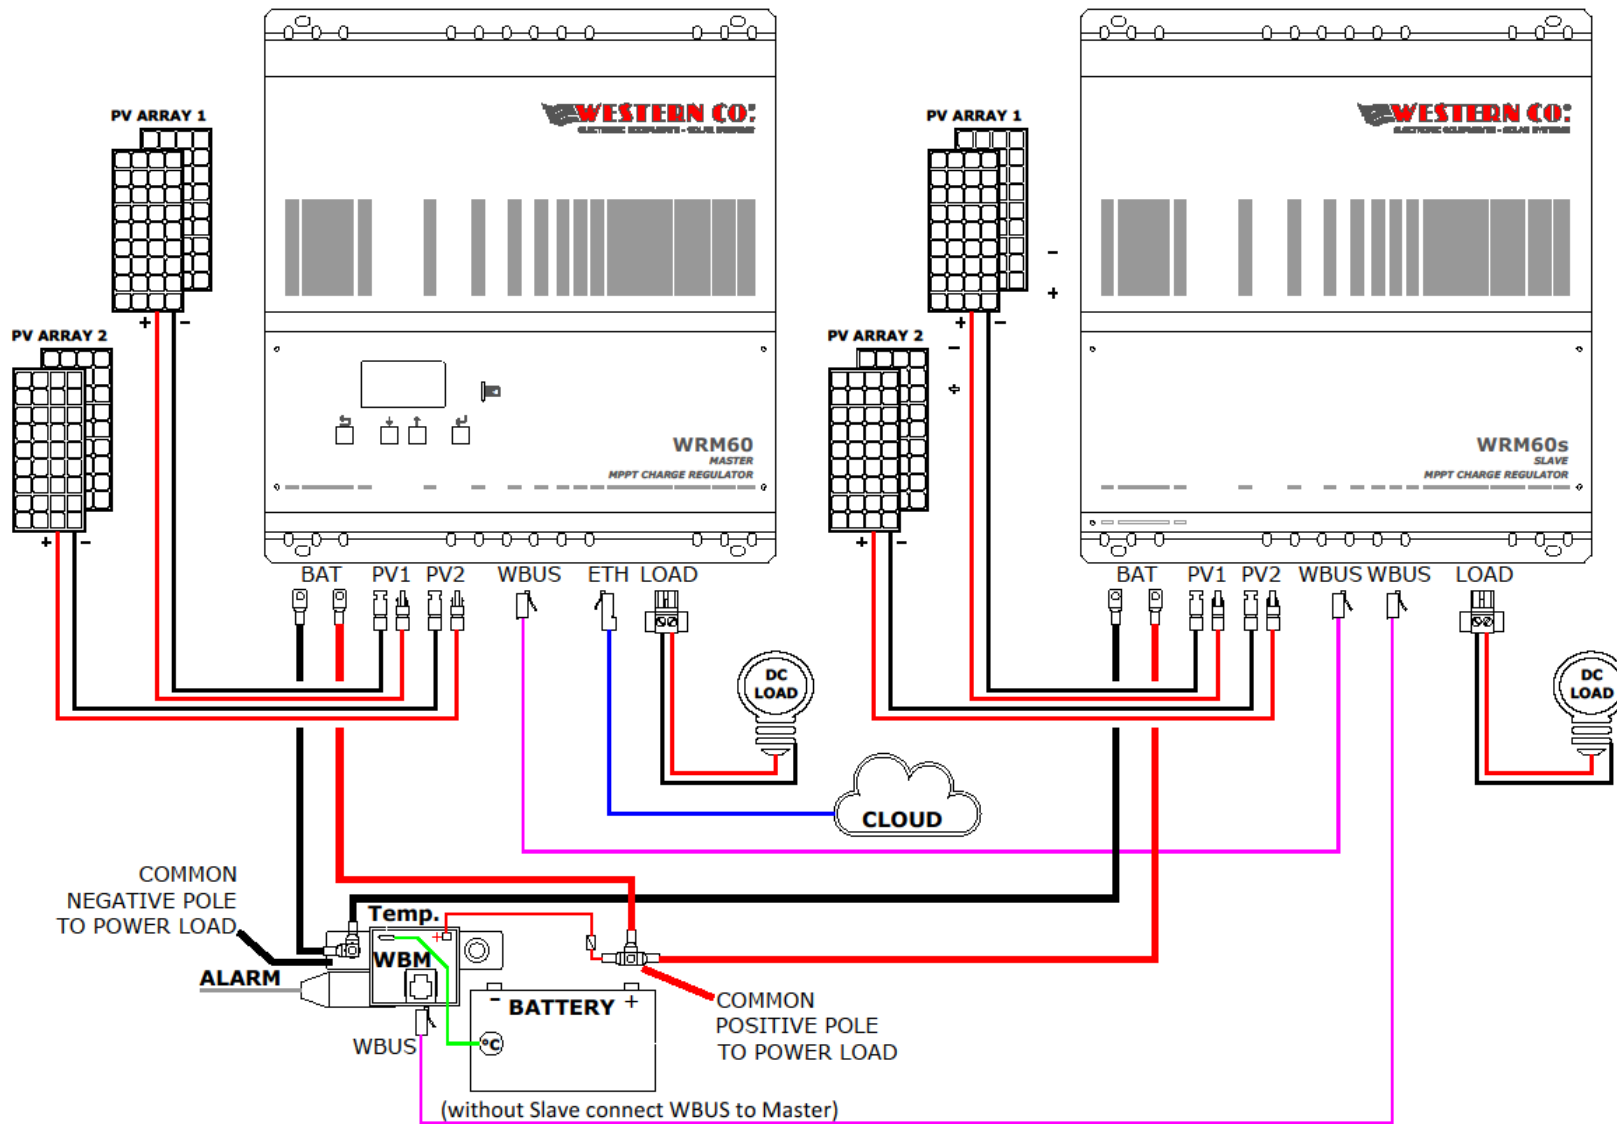
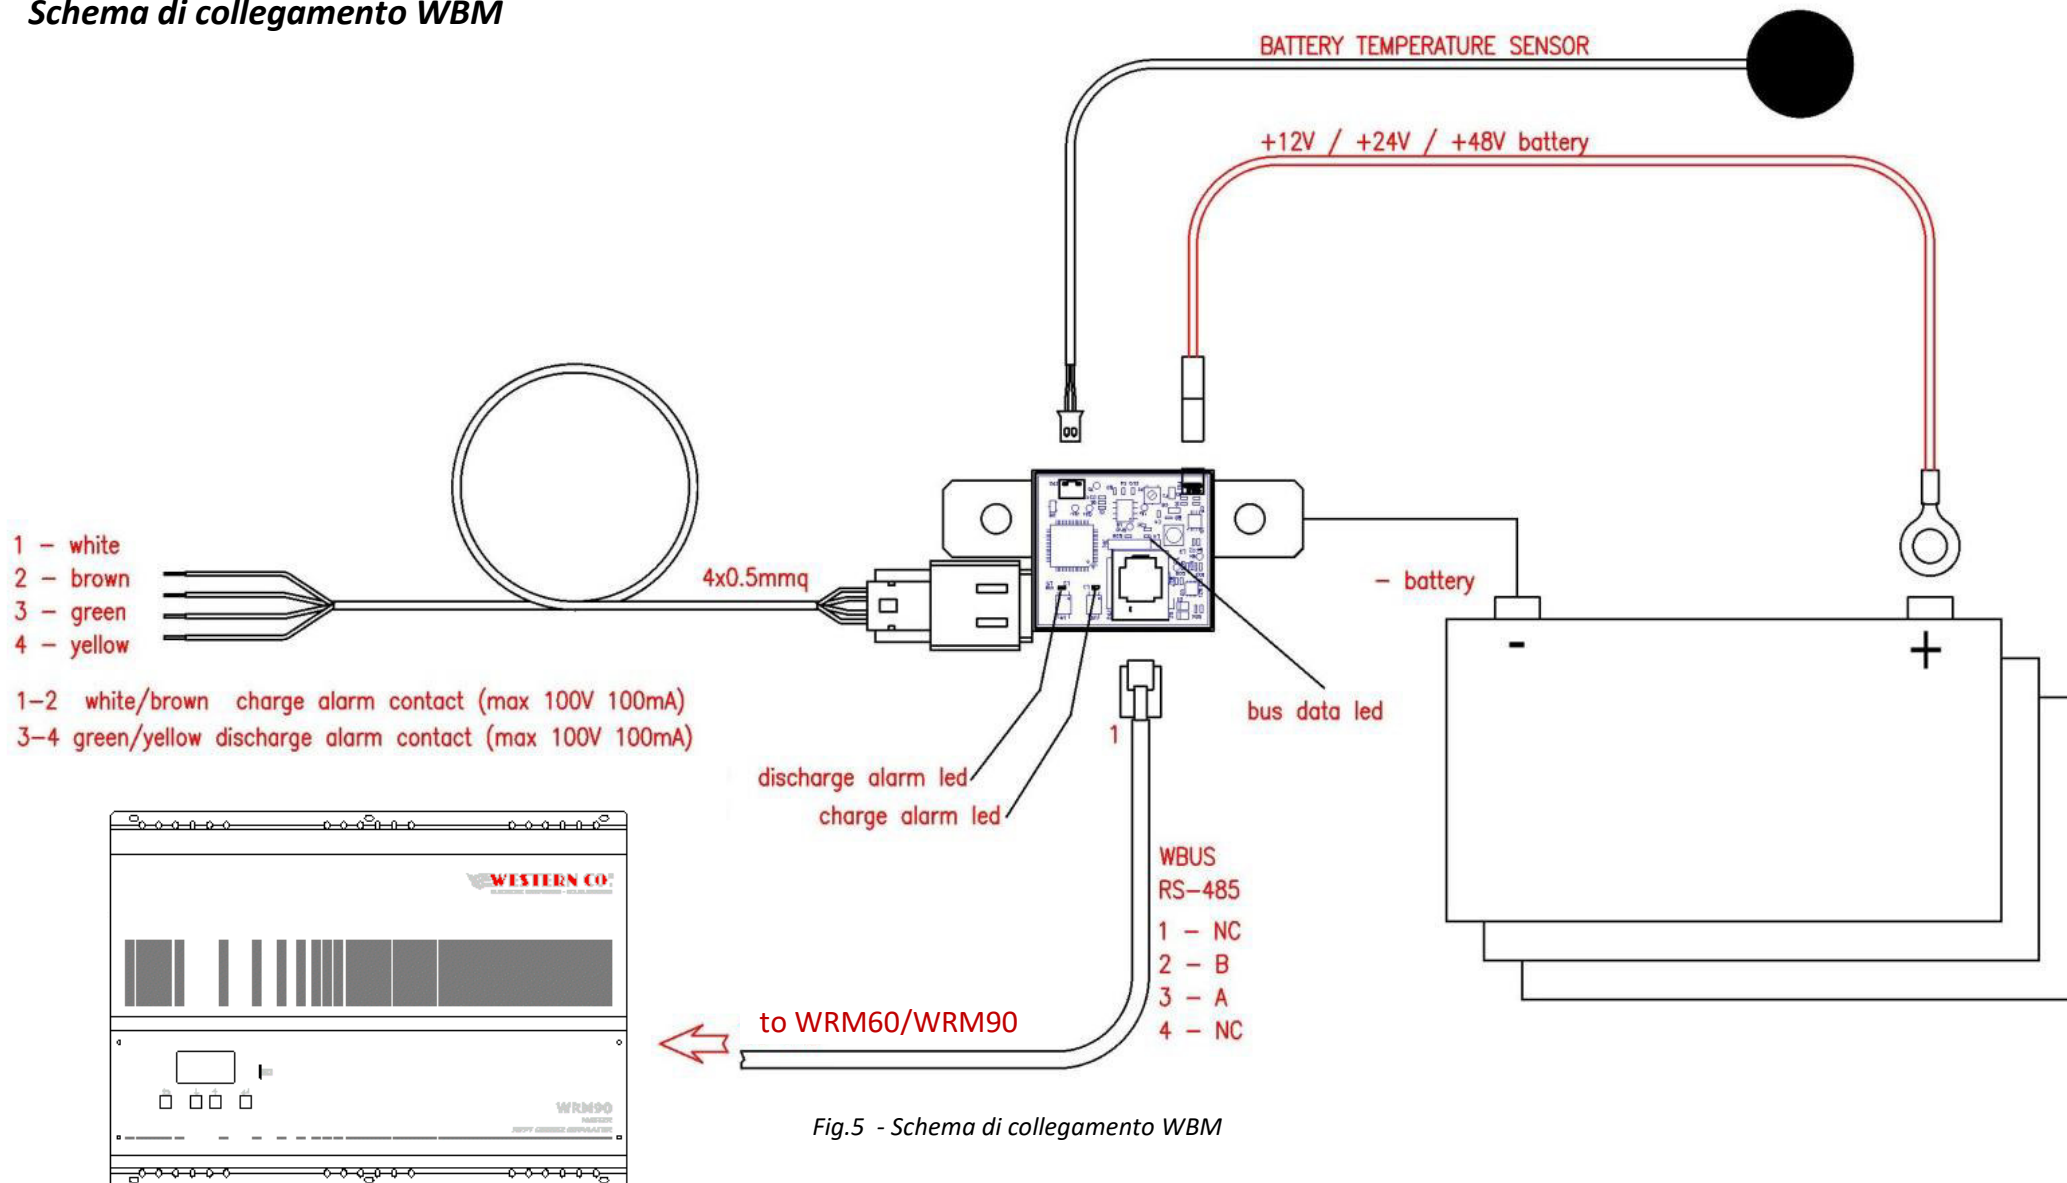
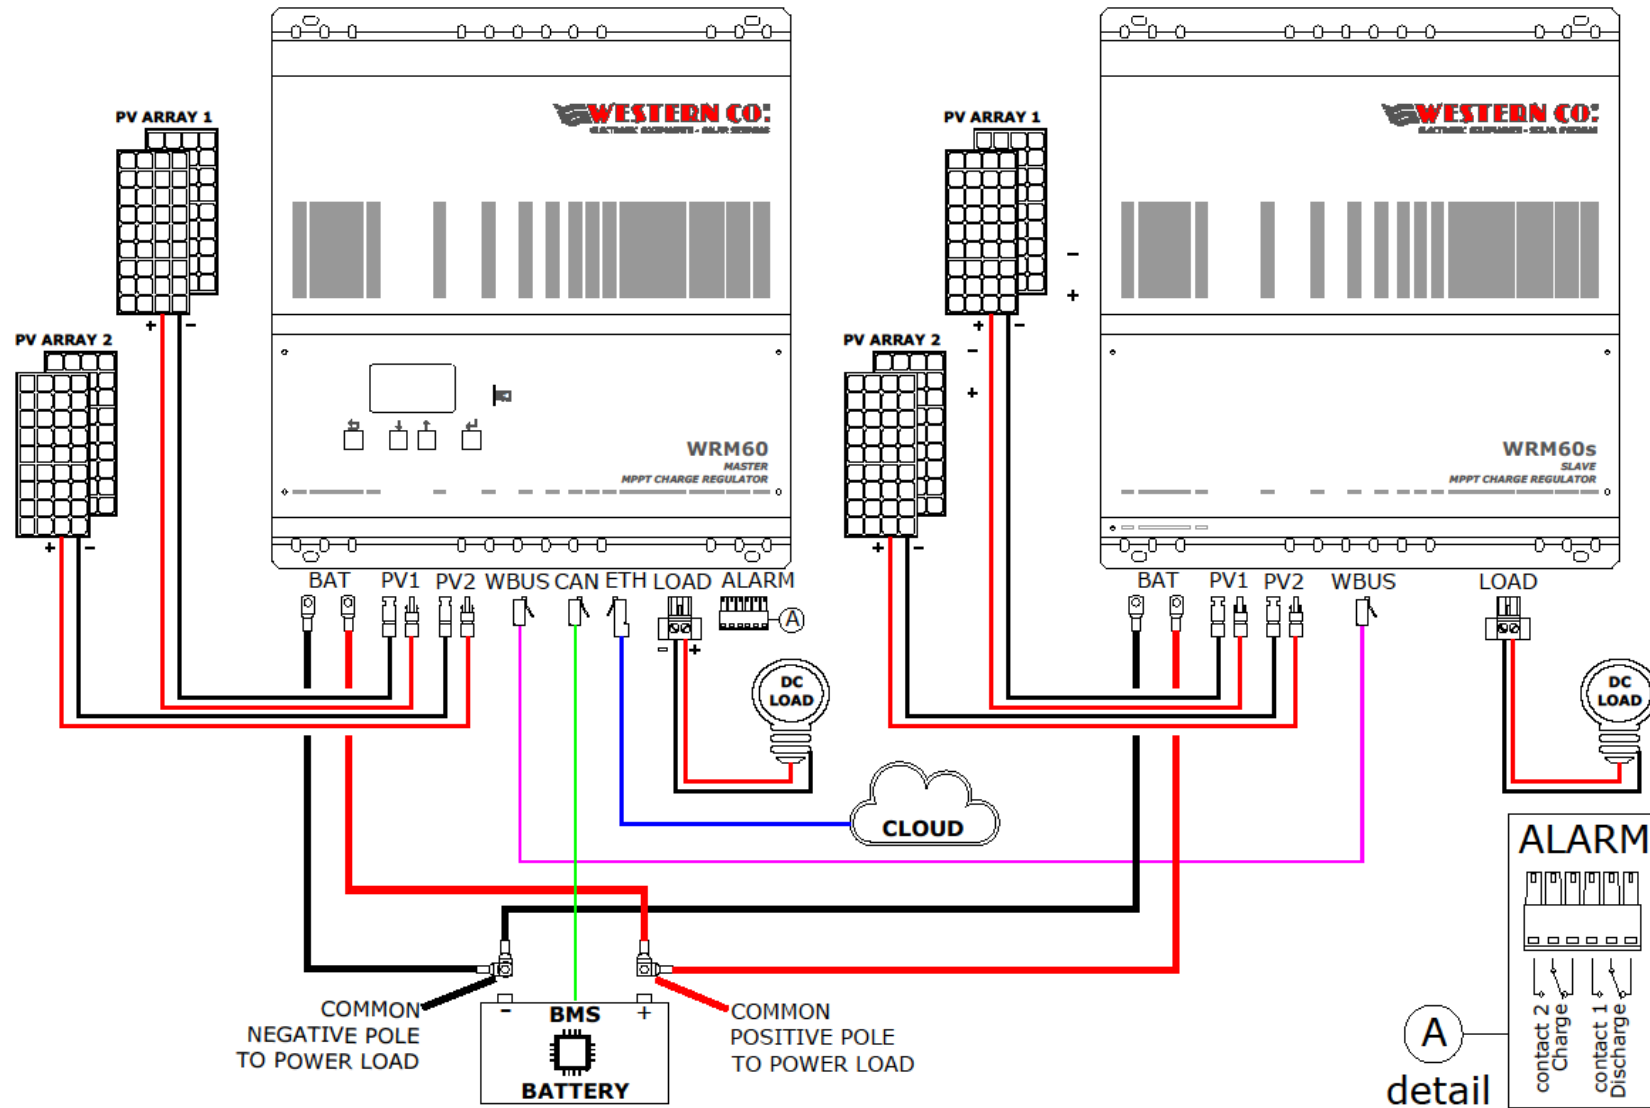

Fig.4 - Schema di collegamento WRM60 M - SB + WRM60 S
Fig.5 - Schema di collegamento WBM
Fig.6 - Schema di collegamento WRM60 M - CB + WRM60 S
In *Fig.4 e 6* sono rappresentati, rispettivamente, i collegamenti del sistema per le versioni **WRM60 M-SB** e **WRM60 M-CB**. L'esempio illustrato impiega un Master e uno Slave, nel caso si utilizzino più Slave occorre semplicemente replicare le connessioni per ciascuno di essi, mentre con il solo Master basta trascurare i collegamenti dello Slave. Per i modelli **WRM90** vale il medesimo schema, si aggiunge solo la connessione per la terza stringa di moduli: **PV3**.
2. Effettuare tutti i collegamenti. Per il **WRM60/90-SB**, che prevede anche il collegamento del WBM, vedere *Fig.4 e Fig.5*. Per il **WRM60/90-CB** vedere *Fig.6*.²